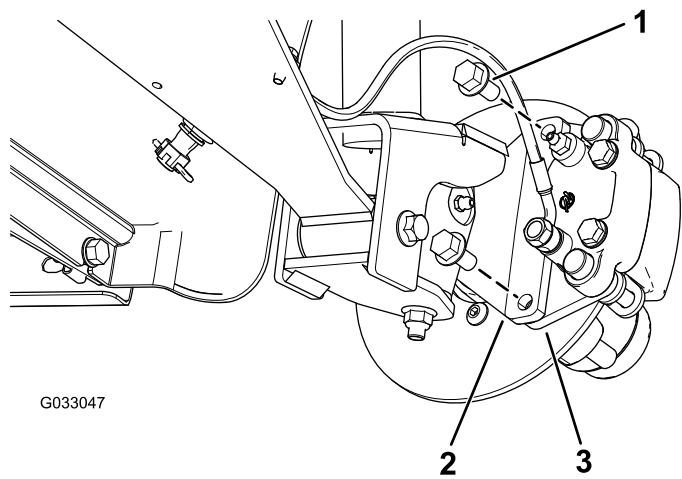
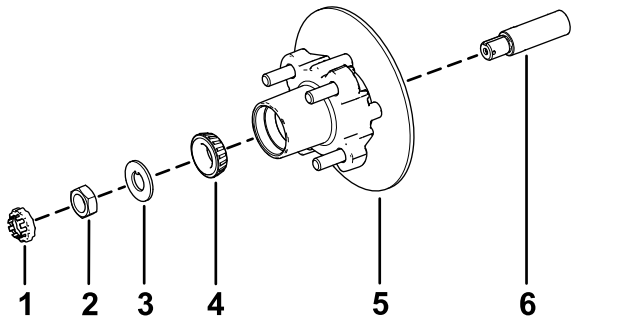

図 29
図 33
3. ブレーキアセンブリ用のブラケットをスピンドルに固定しているフランジヘッドボルト $\frac{3}{8}$ " x $\frac{3}{4}$ "を外してスピンドルからブレーキを取り外す 図 29。
1. スピンドルに所定のグリスを薄く塗る 図 33。
2. ハブとロータをスピンドルに取り付ける。ロータを内側にする 図 33。
3. スピンドルに外側ベアリングを取り付けてレースにはめる 図 33。
4. スピンドルにタブワッシャを取り付ける 図 33。
5. スピンドルにスピンドルナットを取り付け、ハブを回してベアリングを着座させながらナットを 15 N·m 1.52 kg·m = 11 ft·lb に締めつける 図 33。
2. ブレーキパッドをロータのそれぞれの側に合わせ 図 29、キャリパブラケットの穴と、スピンドルフレームのブレーキ取り付け部の穴を整列させる 図 33。
3. キャリパブラケットをスピンドルフレームに固定する 図 29 フランジヘッドボルト $\frac{3}{8}$ " x $\frac{3}{4}$ " 2本を使用する。